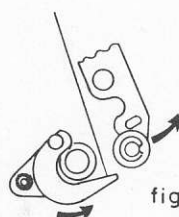

fig.2-5
- 4° (fig. 2-5 et 2-2) Les rouleaux d'extraction "f" reviennent en arrière et laissent tomber la feuille sur les fourchettes "i"